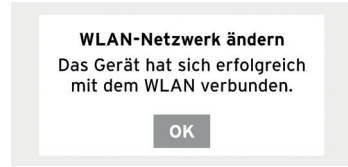

Abb. 9.9
- / eine entsprechende Bestätigung erscheint (Abb. 9.9)